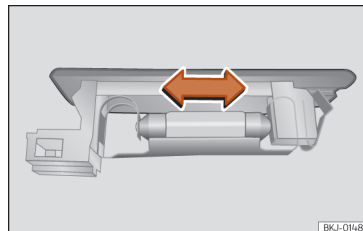

Fig. 58 Luz da bagageira.
- Pressione a lâmpada lateralmente e retire-a do alojamento »» **Fig. 58**.